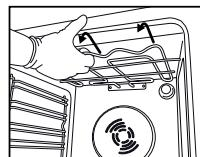
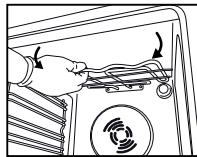

Fig.4
Fig.5
- 2.** Tirez légèrement sur la résistance chauffante (Fig. 4) et abaissez-la (Fig. 5).